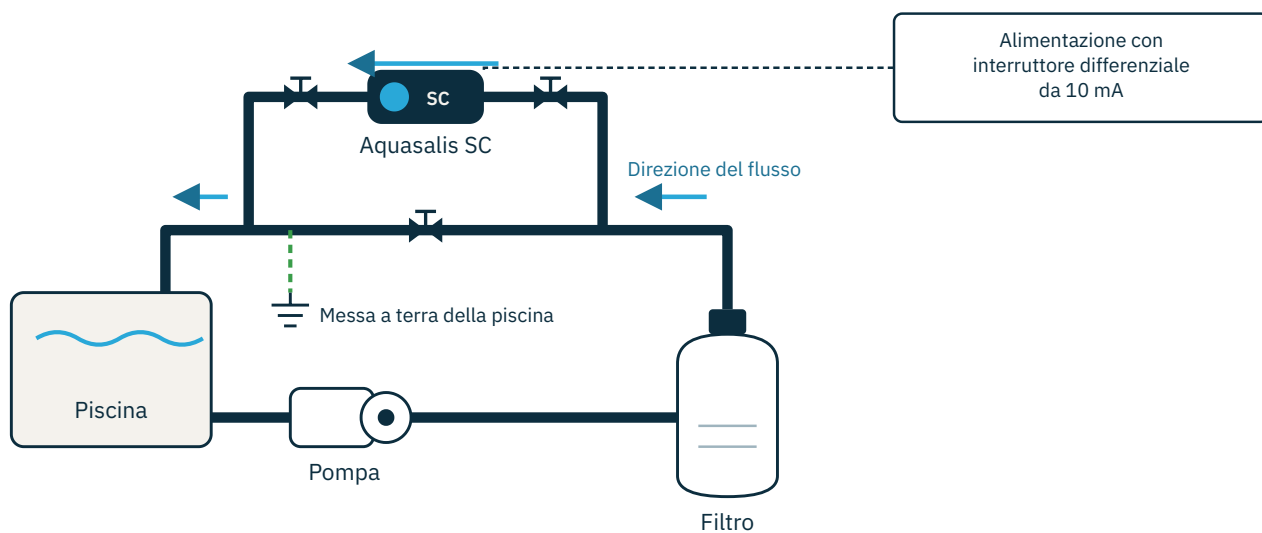
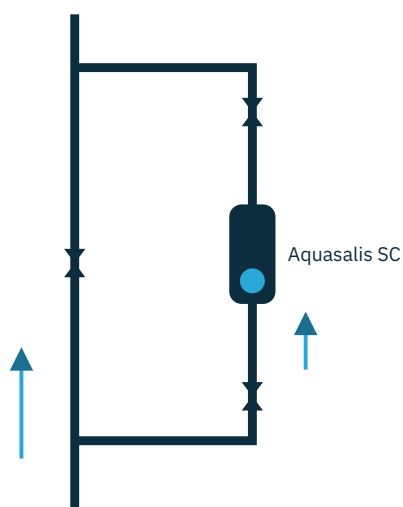

Figura 1 — Installazione orizzontale con bypass
Figura 2 — Installazione verticale: l'acqua scorre dal basso verso l'alto
3. L'installazione senza bypass è possibile se la pompa ha una portata inferiore a 10 m³/h, ma il bypass è vivamente consigliato per poter isolare il circuito idraulico. Se la portata della pompa è superiore a 10 m³/h, è obbligatorio un bypass con valvola regolabile sulla tubazione principale. Installare il dispositivo sulla linea di ritorno che riporta l'acqua dal filtro alle bocchette di immissione della piscina, come mostrato nella Figura 1 (orizzontale) e nella Figura 2 (verticale).
8. Il dispositivo può essere installato in orizzontale (Figura 1) o in verticale (Figura 2). Nell'installazione verticale, l'acqua deve scorrere dal basso verso l'alto.